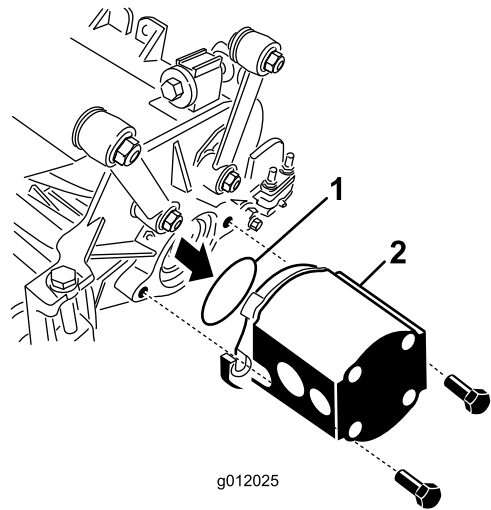

図 24
5. 駆動モータのフランジにリングカuttingユニットの付属部品を取り付ける 図 24。
6. リールモータを各カuttingユニットに装着しカuttingユニットの付属部品のキャップスクリュー 2 本で固定する 図 24。